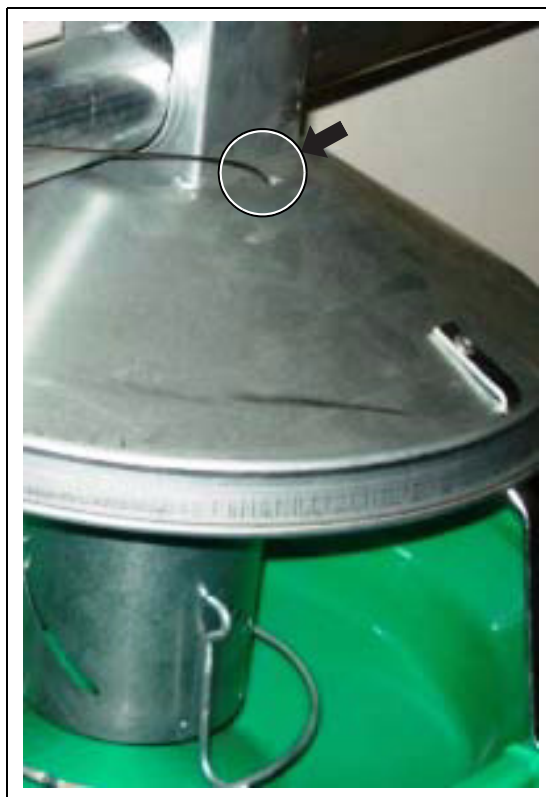

Рисунок 5V
2. Соберите кормушку и установите кормораздаточную линию, как описано на Раздел 4 на стр. 16. Убедитесь, что тросы установлены через отверстия в верхней части лотка, как показано на Рисунок 5V.